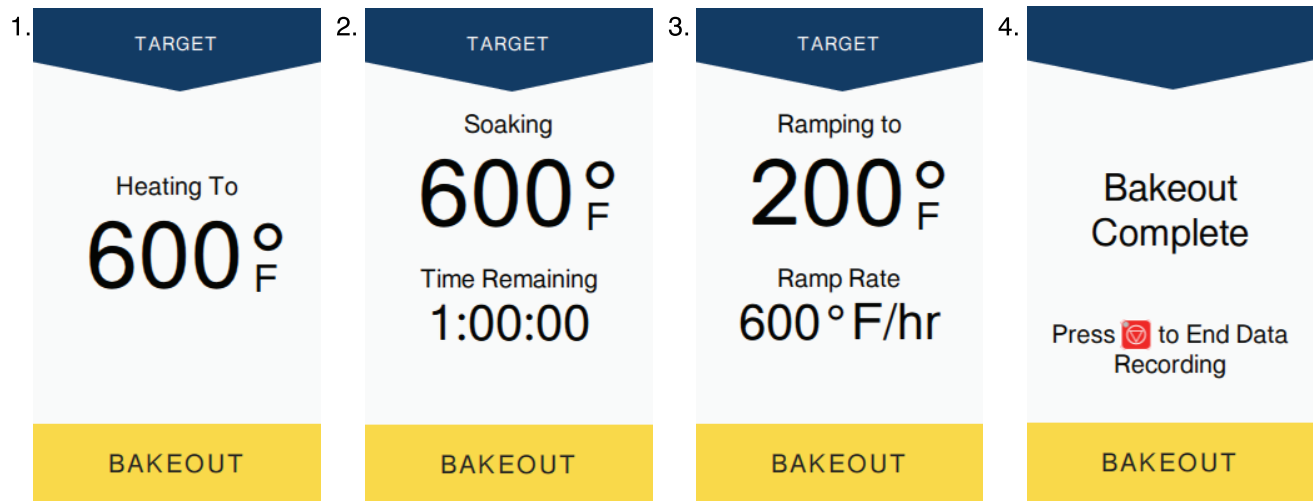
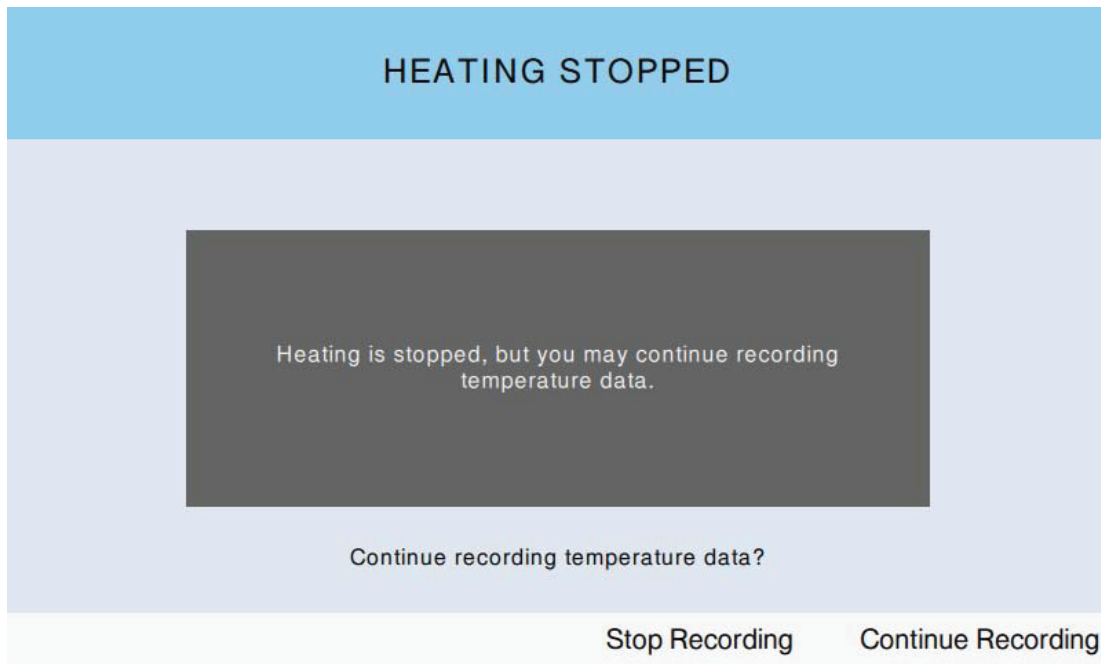

Figura 6-9. Pantallas Bakeout Sequence (Secuencia de deshidrogenado)
Figura 6-10. Mensaje para detener el registro
Paso 6. Si la salida está desactivada (se muestra SETTINGS [Configuración]), presione **[RUN]** (Ejecutar) para comenzar el calentamiento. El calentador acelerará a la temperatura objetivo de deshidrogenado, impregnará durante el tiempo programado y desacelerará a la temperatura final. Consulte la Figura 6-9 para obtener imágenes de las pantallas como ejemplo.
Paso 7. Cuando la secuencia de deshidrogenado haya finalizado, se mostrará un mensaje para presionar **[Stop]** (Detener). Después de presionar **[Stop]** (Detener), aparecerá un segundo mensaje que pregunta si debe detenerse el registro. Presione **[Stop Recording]** (Detener registro) para finalizar el registro o **[Continue Recording]** (Continuar registro) para continuar registrando. Consulte la Figura 6-10.
Cuando se presiona **[Run]** (Ejecutar), el calentador acelerará a la temperatura objetivo de deshidrogenado, impregnará durante el tiempo programado y desacelerará a la temperatura final. Consulte la Figura 6-9 y la Figura 6-10.